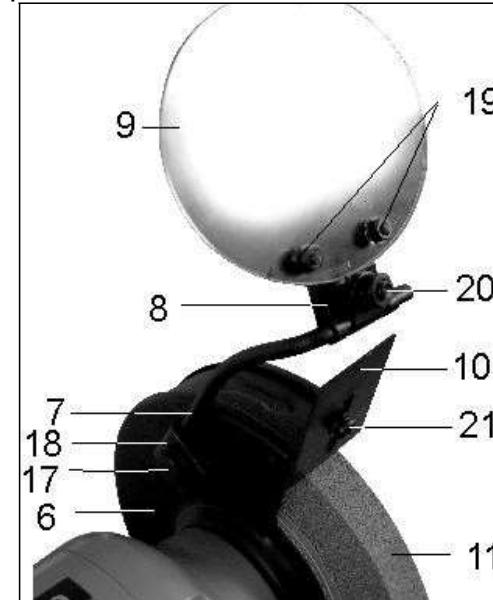

Рис. 4
- 9.1.5. Как показано на Рис. 4, установите и винтом 21 закрепите искроотражатель (10) так, чтобы он не касался шлифовального круга (11) и находился на расстоянии 3-5 мм от него.